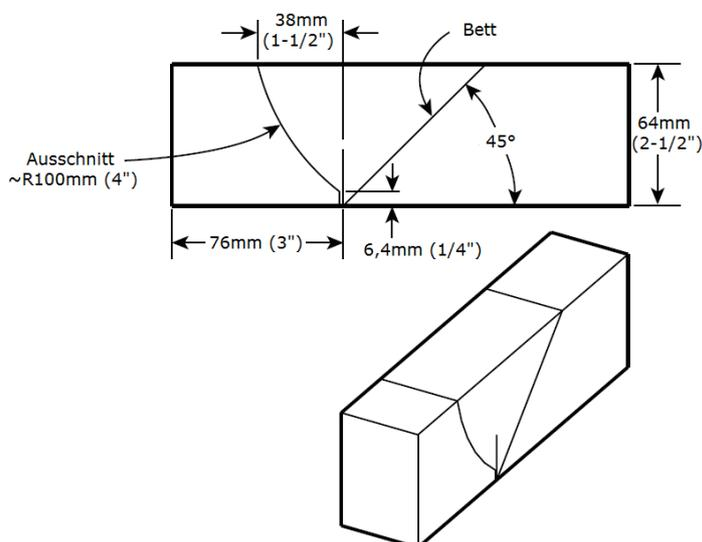

Abbildung 3: Aufriss des inneren Hobelkörpers in Seitenansicht
3. Reißen Sie nun den inneren Hobelkörper wie in **Abbildung 3** gezeigt an. Markieren Sie mit einem Bleistift die Position des Mauls auf der unteren Seite des Rohlings, 76mm (3 inch) von der vorderen Kante entfernt. Ziehen Sie diese Linie mit Hilfe eines Winkels ein Stück an der Seite des Hobelkörpers hoch. Markieren Sie das Hobelbett in einem Winkel von 45°, beginnend an der Linie, die das Maul markiert. Reißen Sie zuletzt den Spanloch-Ausschnitt mit einem Radius von etwa 100mm (4 inch) mit Hilfe eines Zirkels an. Schneiden Sie nun alles entlang der Linien aus.